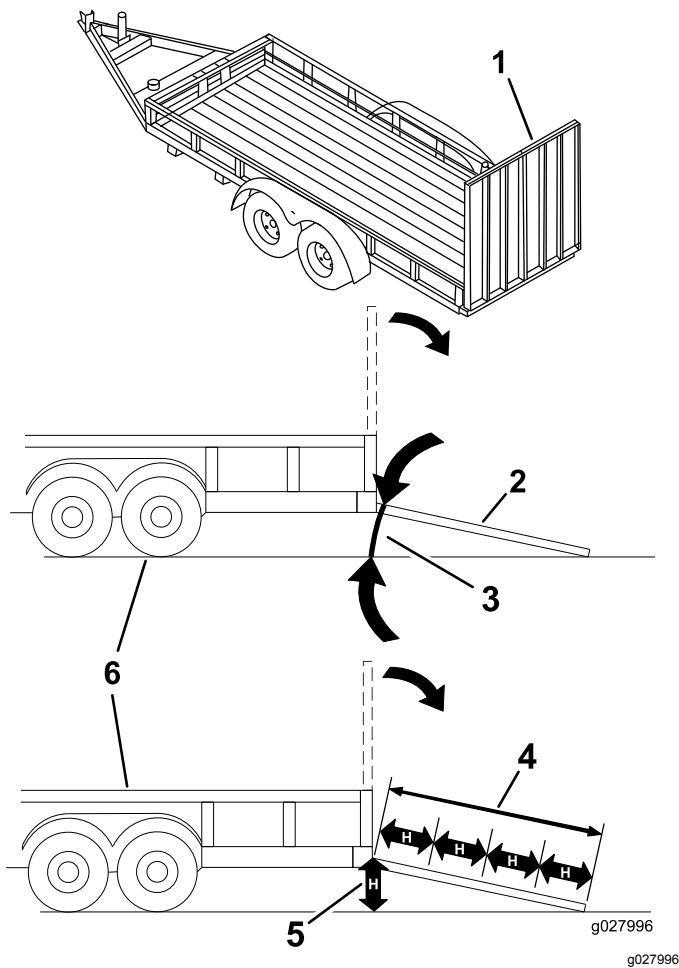

Figura 25
El cargar la máquina en un remolque o un camión aumenta la posibilidad de un vuelco y podría causar lesiones graves o la muerte (Figura 25).
1. Baje la rampa, asegurándose de que el ángulo entre la rampa y el suelo no supera los 15 grados (Figura 25).